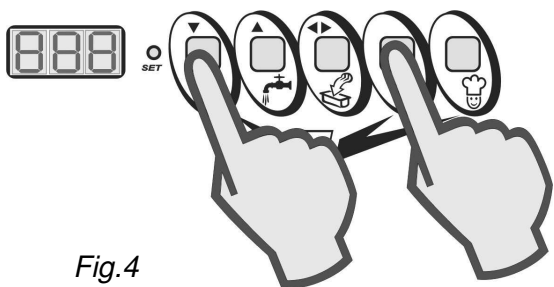

Fig.4
- Con ciclo in atto, premere nuovamente i tasti STOP e AUTOMATICO (Fig. 4).